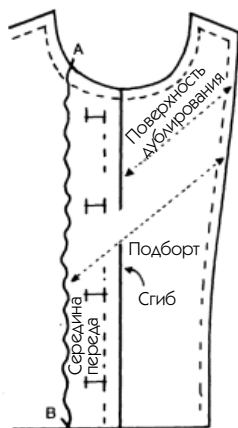

Рис. 236
### На подборте + добавление (рис. 236)
2. Термоклеевая ткань разрезается сообразно с шириной подборта + прибавка для покрытия петель + 2 см (рис. 236).